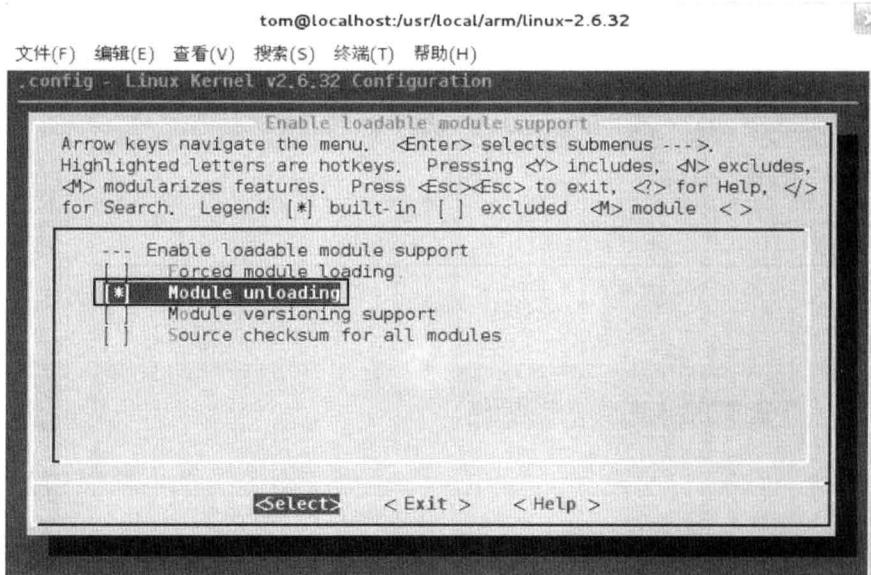

图 4.7 模块加载方式选项配置
(2) 在模块加载方式中, 只选择子项 Module unloading, 其他可以不选。因为 Force module loading 和 Force module unloading 会造成安全隐患, 所以一般不选。Module unloading 支持动态卸载模块, 减少内核占用的资源。如图 4.7 所示为模块加载方式选项配置。